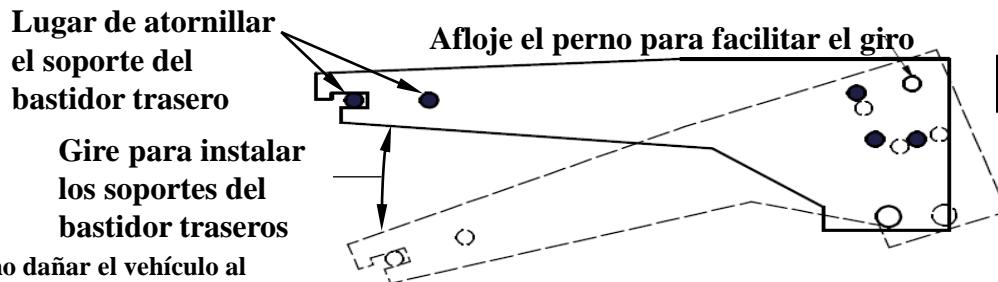

Figura 2
3. Si el soporte del parachoques/enganche está presente. Retire 5 de los 6 soportes del parachoques/bastidor del enganche en ambos lados del vehículo. Afloje el perno superior más atrás para permitir que el soporte del parachoques/bastidor del enganche pueda girar. Nota: La ubicación del perno marcada con ● se debe retirar. (Ver Figura 2).